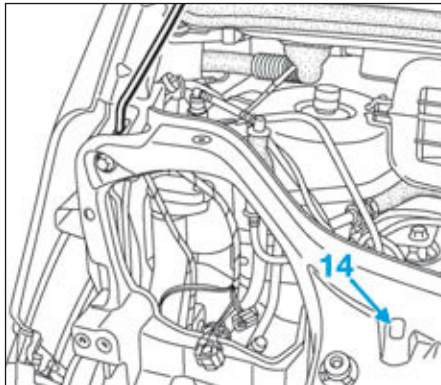

FIG.134
- Positionner la béquille de capot dans l'orifice (14) (Fig.134).